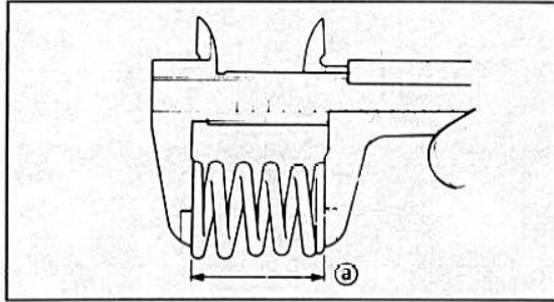

Bild 142 ►
- Auf einem Federdruckprüfgerät die vorhandene Federdrücke messen. Bei einer Länge von 35,0 mm müssen die Federn folgende Kraft aufbringen (Bild 142):